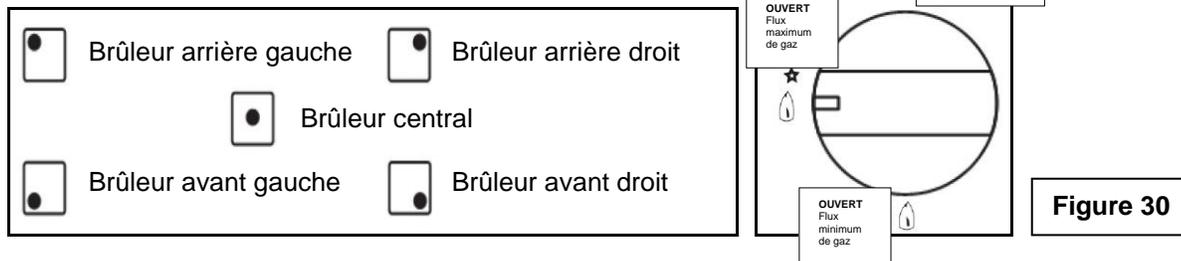

Figure 30
(Voir la figure 30)
comme besoin est :  . (Voir la figure 30)
7. Pour éteindre la flamme, veuillez tourner le bouton de contrôle dans le sens des aiguilles d'une montre jusqu'au symbole : ● . Veuillez toujours diminuer ou éteindre la flamme avant d'enlever les casseroles des brûleurs. (Voir la figure 30)